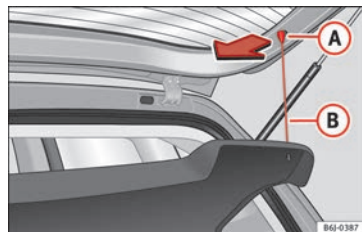

Bild 159 Hatthylla.
- Haka loss öglorna **» bild 159** **B** från sina fästen **A**.